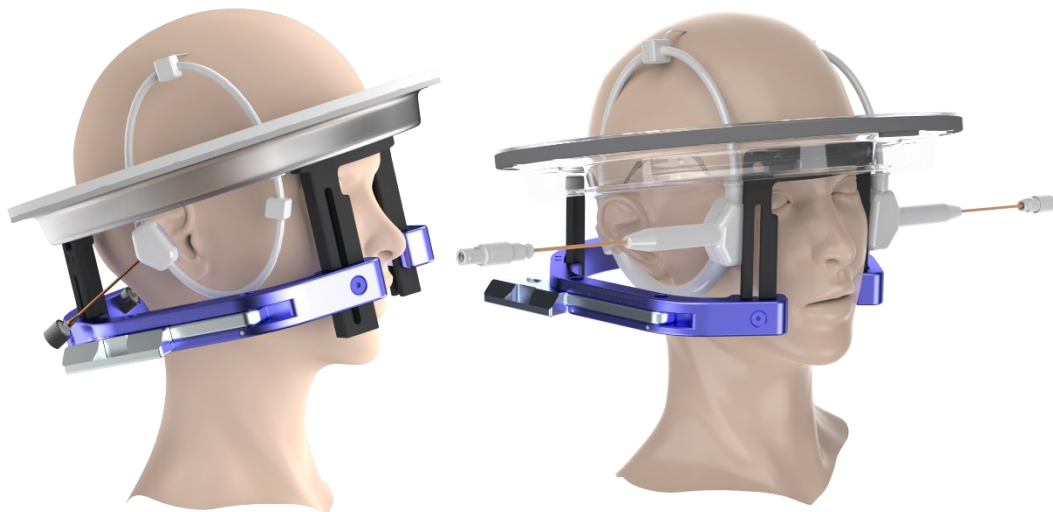
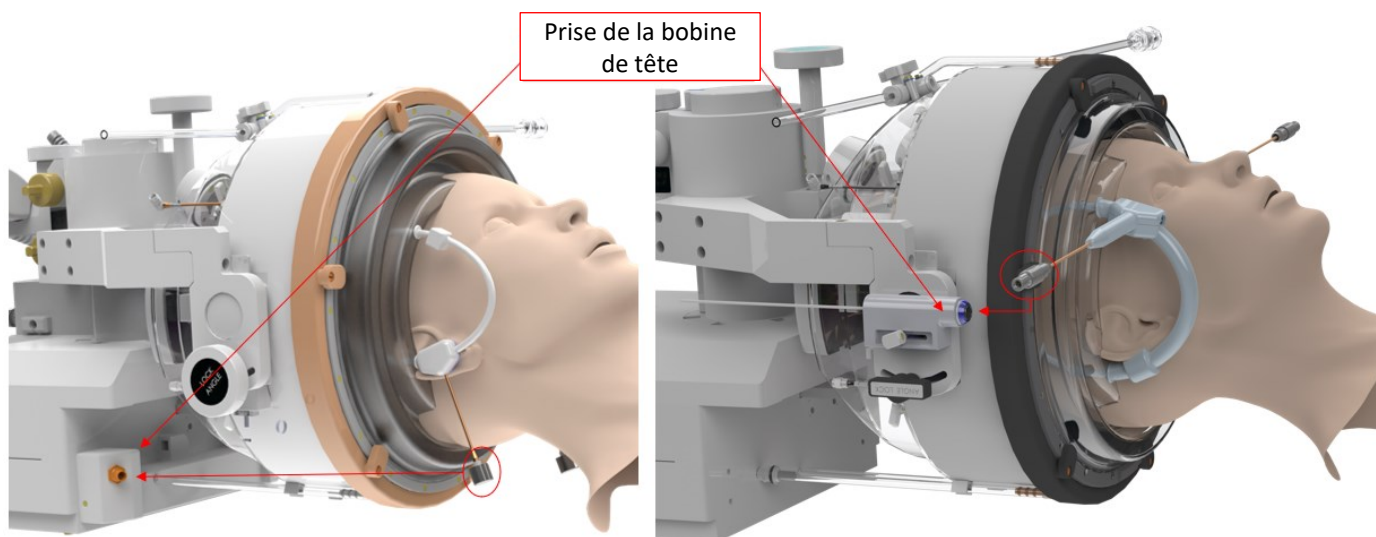

Figure 3-7 : Exemples de positions des membranes patient
Figure 3-8 : Exemples de dispositions de la membrane patient en fonction de la position de la prise de la bobine de tête
- Pour les membranes avec bobine de tête intégrée : s'assurer que les connecteurs de la bobine de tête sont dans une position compatible avec la position de la prise de la bobine du transducteur (voir **Figure 3-7** et **Figure 3-8**).
7. Le cas échéant : connecter la bobine de tête (voir **Figure 3-8**).